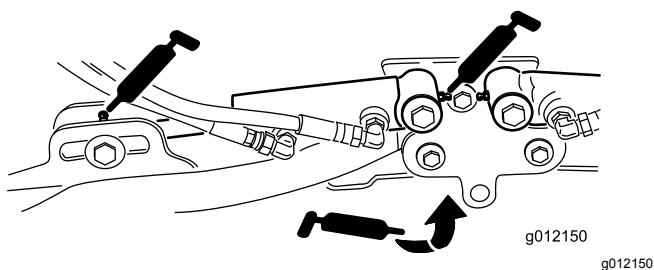

Figura 62
- Cilindros del brazo de elevación de la unidad de corte (2 en cada) (Figura 62)
- Pivotes del brazo de elevación (1 en cada) (Figura 62)